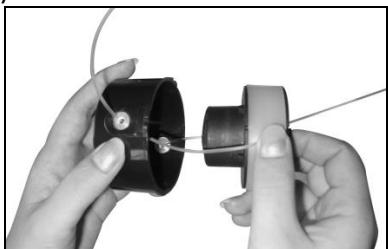

Рис. 4Г
8. Чтобы отремонтировать катушку на триммере установите головку как на Рис. 4В. Для этого надавите на головку и закрепите по часовой стрелке.